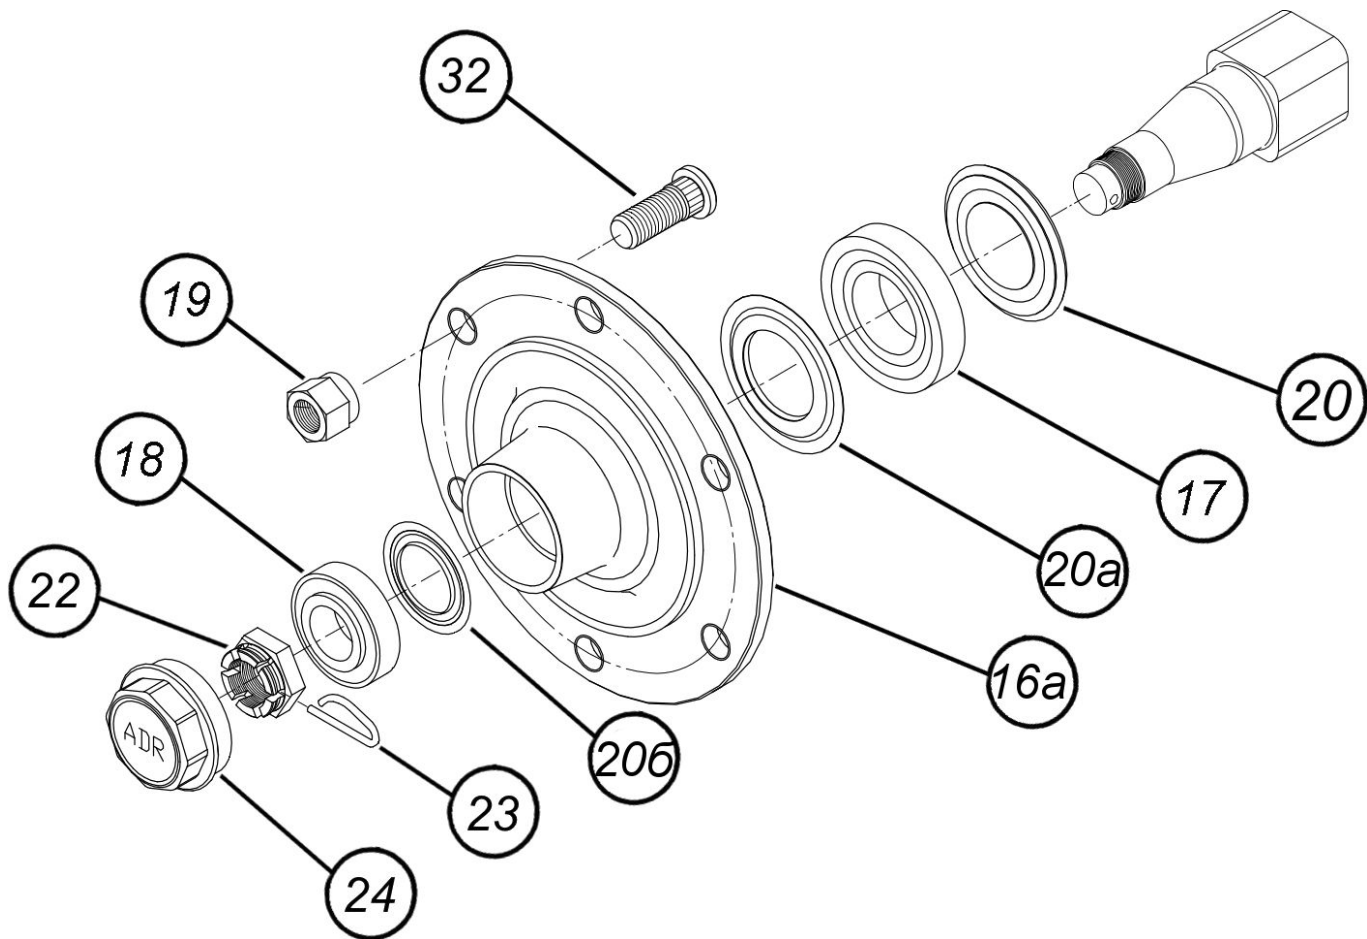

Рис. 7.1.3.1. Ступица переднего (заднего колеса).
7.1.3.2. Узел жёсткого двойного колеса нового образца (передняя стойка) с 2018г (рис. 7.1.3.2)